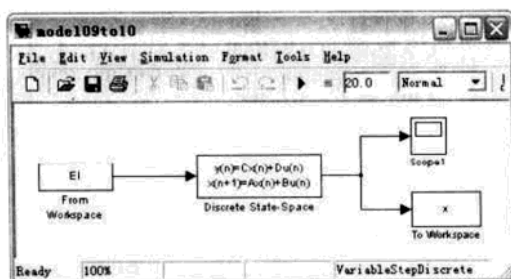

图 9.21 离散系统 Simulink 模型
- (2) 首先建立 Simulink 模型。建立的模型如图 9.21 所示, 保存文件名为 model09to10.mdl。